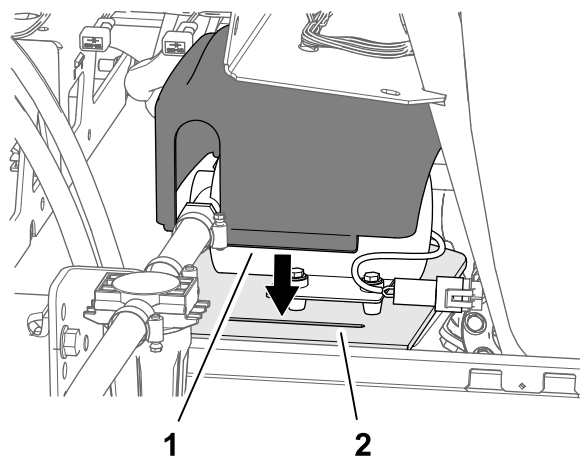

图32
1. 如 图32 所示将泵盖对准冲洗水箱泵。
2. 将泵盖的2个凸耳插入水箱架鞍形板的槽中 图32。